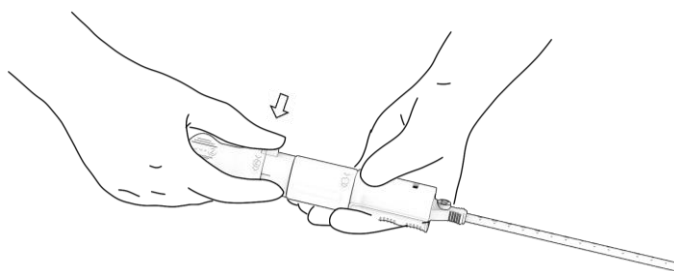

Figura 15. Liberação do bloqueio do came.
- a. Localize o bloqueio do came (marcado com "4") e prima totalmente este botão verde. Figura 15. Certifique-se de que está totalmente premido antes de avançar para o passo 5.